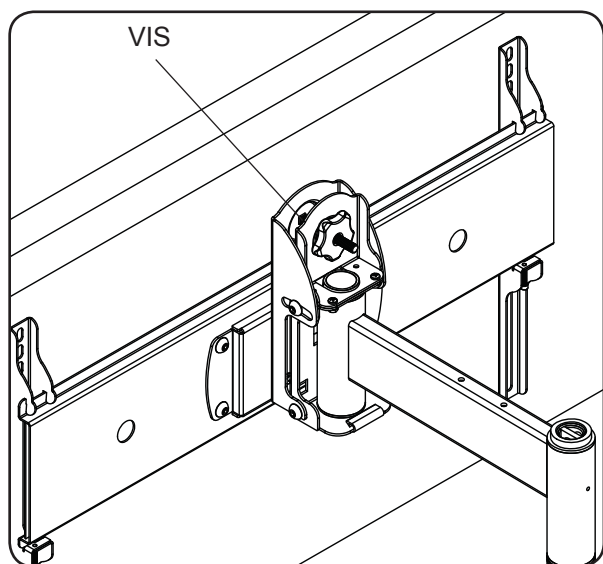

fig. 10.1
**9** Selon les dimensions et le poids de l'écran plasma, le support mural articulé peut s'incliner dans différents angles, ce qui peut donner l'impression qu'il penche de côté dans certaines positions. Le support inclinable et rotatif (B) permet de régler manuellement l'écran plasma afin qu'il soit à l'horizontale dans toutes les positions. Réglez l'écran plasma en le faisant doucement pivoter manuellement dans la position souhaitée.
- Pour baisser l'écran, serrez la vis à tête creuse illustrée à la figure 10.1 dans le sens des aiguilles d'une montre à l'aide d'une clé hexagonale de 10mm (V).
- Pour remonter l'écran, serrez la vis à tête creuse illustrée à la figure 10.1 dans le sens contraire des aiguilles d'une montre à l'aide d'une clé hexagonale de 10mm (V).